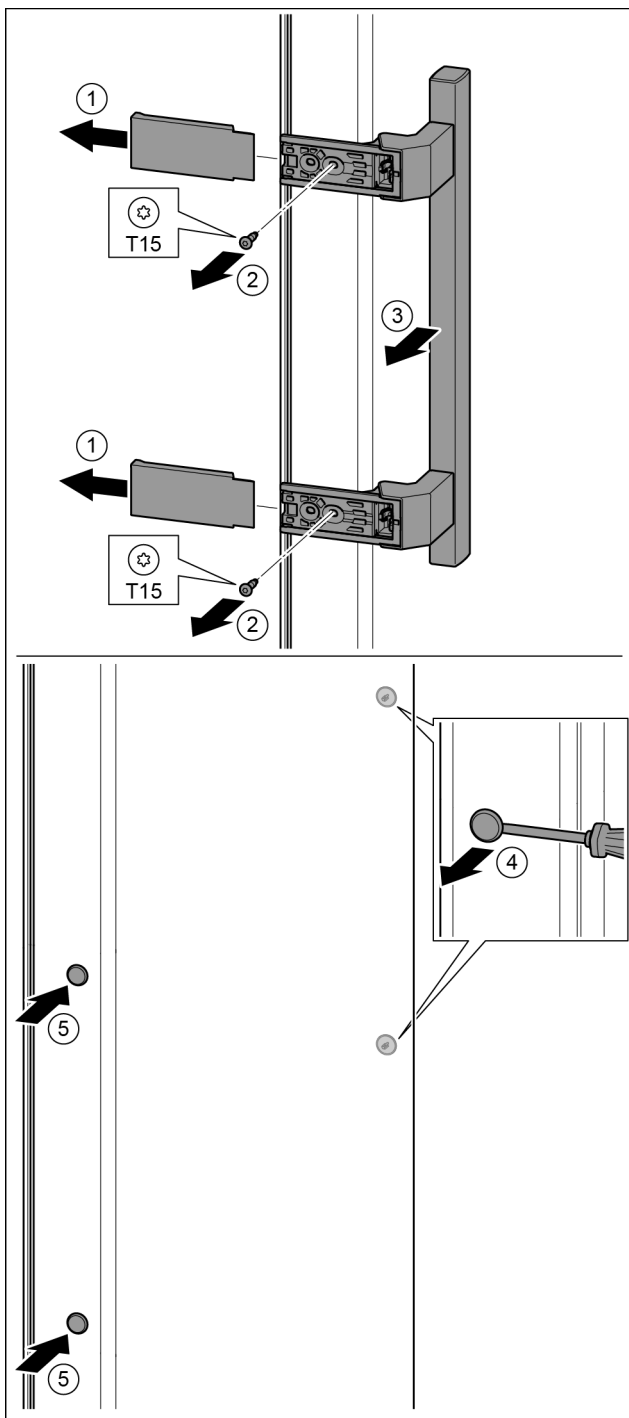

Fig. 15
- ▶ Stáhněte kryt. Fig. 15 (1)
- ▶ Šroubovákem T15 vyšroubujte šrouby. Fig. 15 (2)
- ▶ Sejměte madlo. Fig. 15 (3)
- ▶ Postranní zátku opatrně plochým šroubovákem nadzvedněte a vytáhněte. Fig. 15 (4)
- ▶ Zátku opět vložte na druhé straně. Fig. 15 (5)